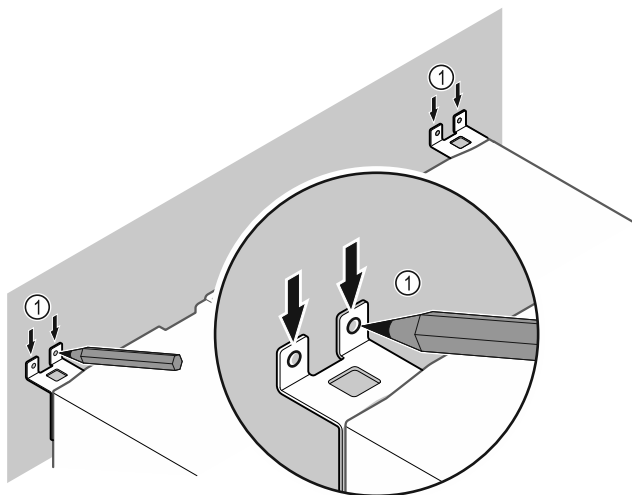

Fig. 9
- Apporre i contrassegni alla parete Fig. 9 (1).